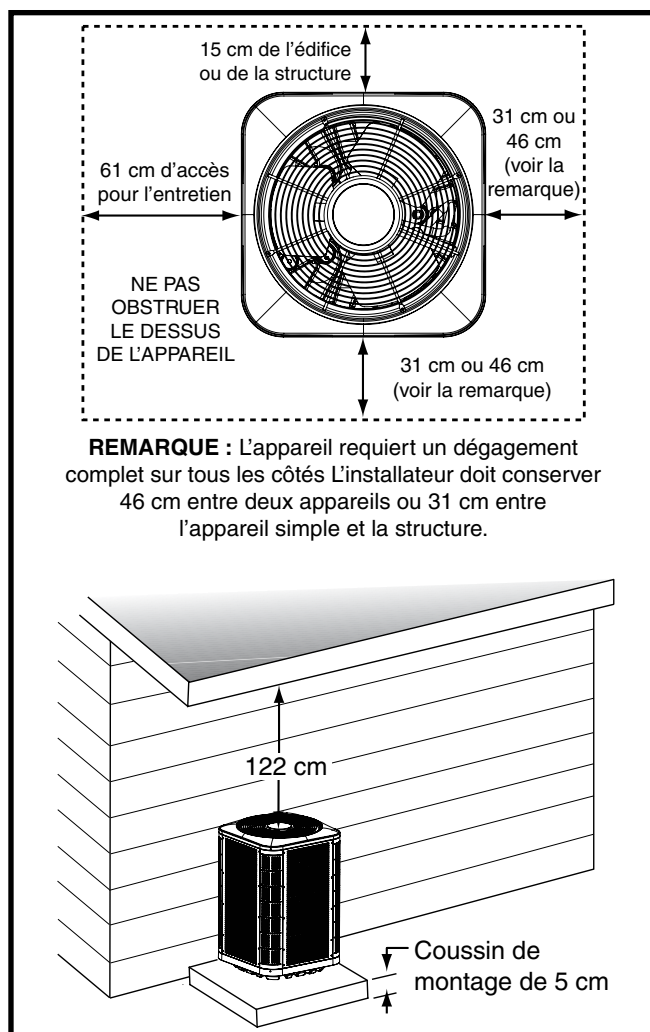

Figure 1. Dégagements requis
- Un dégagement suffisant pour permettre à l'air de circuler sans obstruction à travers le serpentín extérieur doit être maintenu pour obtenir le rendement nominal. Voyez la Figure 1 pour les exigences relatives au dégagement minimal.
- Les obstacles aériens (Figure 1), les zones mal aérées et les zones propices à l'accumulation de débris sont à proscrire.
- Les dégagements doivent respecter ceux qui sont illustrés à la Figure 1.
- Une dalle de montage (Figure 1) doit être installée et séparée de la fondation de l'édifice. La dalle doit être au niveau et assez résistante pour supporter le poids de l'appareil. La dalle doit être à au moins 5 cm au-dessus du sol et offrir un drainage adéquat.